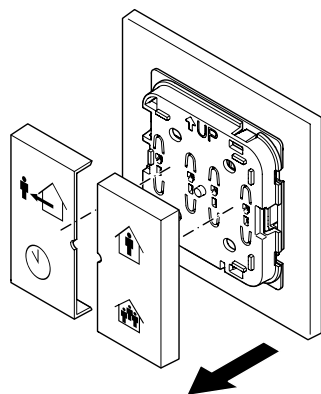

Abb. 1 - Ziehen Sie die Tasten vom Gerät ab
1. Entfernen Sie die Tasten vom Gerät (Abb. 1)